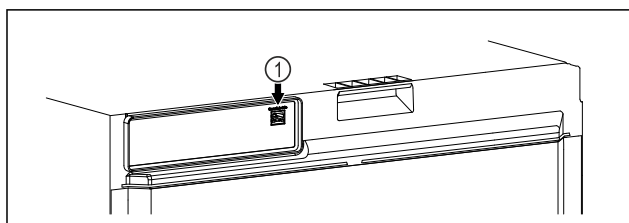

Fig. 110
- SmartModule Fig. 110 (1) ir ievietots.